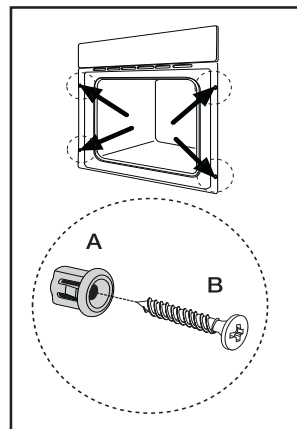

Abb. 12
2. Befestigen Sie den Ofen mithilfe der vier Abstandhalter im Möbel (Abb. 12 - A). Diese passen genau in die Löcher in dem Rahmen. Ziehen Sie anschließend die vier mitgelieferten Holzschrauben (Abb. 12 - B) fest.